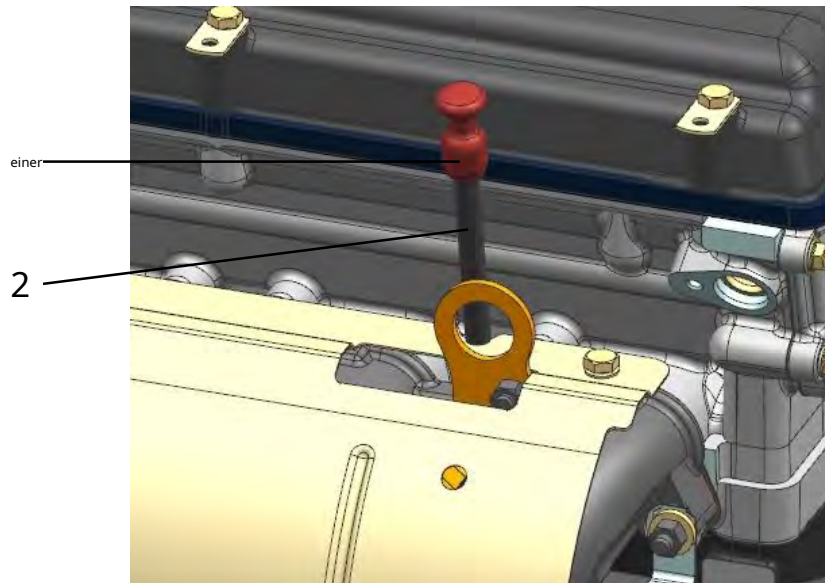

Abb. 225. Ölstandsanzeige einbauen:
21. Setzen Sie den Ölmesstab 1 (Abb. 225) in das Rohr 2 ein, um Betonung.